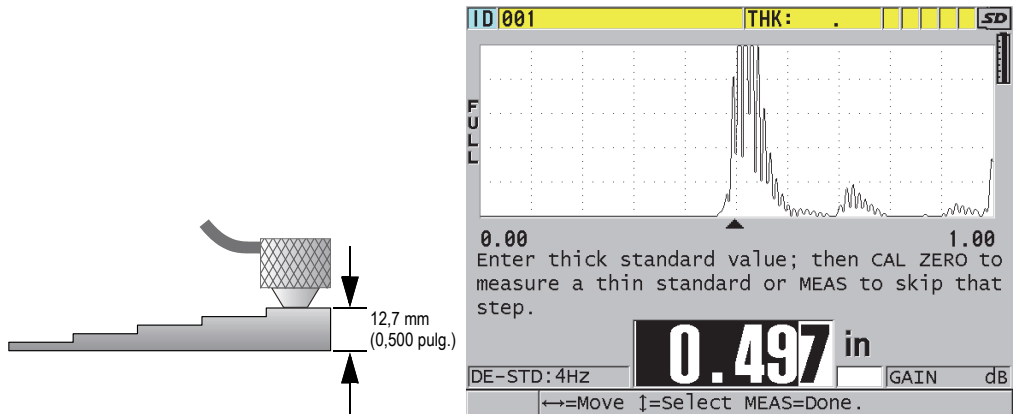

Figura 5-4 Calibración de la velocidad acústica en un bloque de calibración de cinco espesores
1. Para calibrar la velocidad acústica en el material (ver la Figura 5-4 en la página 88).